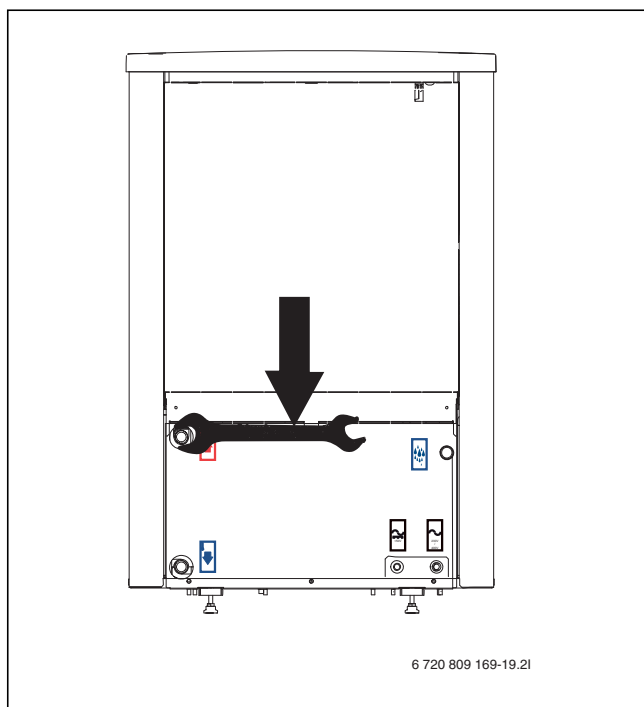

Bild 14 Anslutningar värmepump. åtdragning.
- ▶ Dra åt anslutningarna för värmebärarrören med 120 Nm åtdragningsmoment. Rikta kraften nedåt enligt Bild 14 för att undvika belastning i sidled på kondensorn.